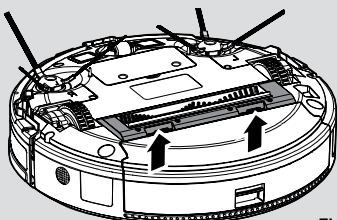

Fig. 22
2. Girare il robot. **[Fig. 22]**